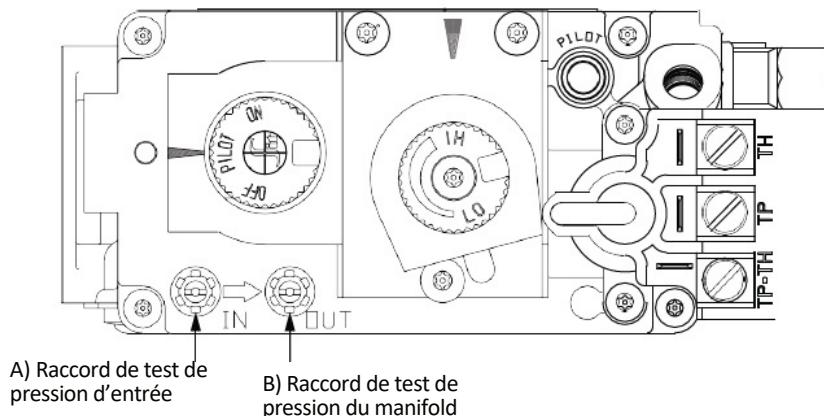

Figure 12.2 - Raccords de test de pression
- Desserrez (sens antihoraire) la vis du raccord de test de pression d'entrée (IN). Voir (A) à la Figure 12.2.
- Débranchez le tube avec manomètre et serrez (sens horaire) la vis du raccord de pression d'entrée (IN). La vis doit être serrée juste assez; ne la serrez pas trop.
- Rallumez la veilleuse et tournez le bouton de réglage de gaz à ON. Rebranchez le manomètre au raccord de test de pression d'entrée (A) pour vérifier qu'il est complètement étanche. Le manomètre ne devrait indiquer aucune pression.
- Desserrez (sens antihoraire) la vis du raccord de test de pression du manifold (OUT). Voir (B) à la Figure 12.2.
- Branchez le manomètre au raccord de test de pression du manifold (B) pour vérifier qu'il est complètement étanche. Le manomètre ne doit indiquer aucune pression lorsque la veilleuse et le brûleur sont allumés.